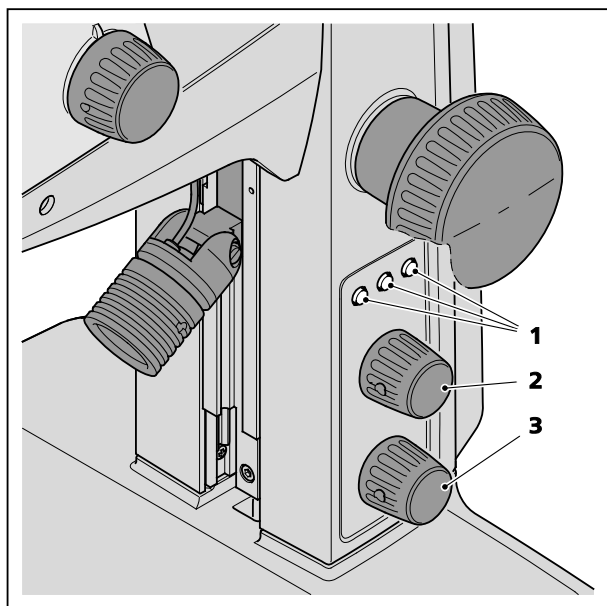

图 6 操作保存键
M LED 镜臂有三个保存键 (图 6/1)，用于保存不同的照明状态，从而在不同的入射光、透射光和混合光照明器件之间迅速切换。
- 按下上方旋钮 (图 6/2) 或下方旋钮 (图 6/3)，打开所需照明器件 (入射光和/或透射光)。
- 转动上方旋钮 (图 6/2) 或下方旋钮 (图 6/3)，调节入射光/透射光的照射强度。
- 按住所需保存键 (图 6/1) 并保持 3 秒。如果保存过程结束，则所有 3 个键全亮。